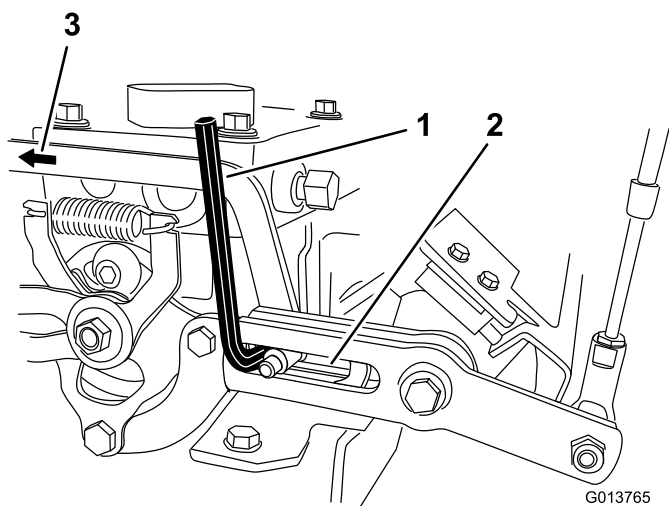

図 9
5. 左側速度コントロール・リンケージのローラの前から、コントロール・フォークとコントロール・アームについているスロットに 7/32 インチの六角レンチを差し込む (図 9)。
6. 速度コントロール・リンケージを前側に押し、速度コントロール・ケーブルのジャケットをシフタ・ブラケットに固定しているクランプを締め付ける (図 9と図 10)。